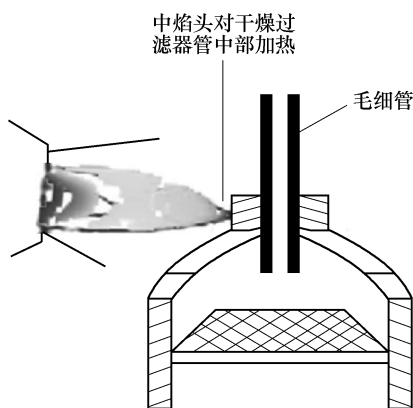

图 2-36 毛细管与过滤器的焊接
5) 焊接时，先把焊接管路的接头处烤到暗红色或亮樱红色（注意要用火焰中焰的顶部对被焊接管路进行加热，若是毛细管与干燥过滤器的焊接，加热部位见图 2-36），再将焊条对着焊缝烧熔化后填到接头处，熔化在一起后即可将氧炔焰撤离开，冷却即焊上。